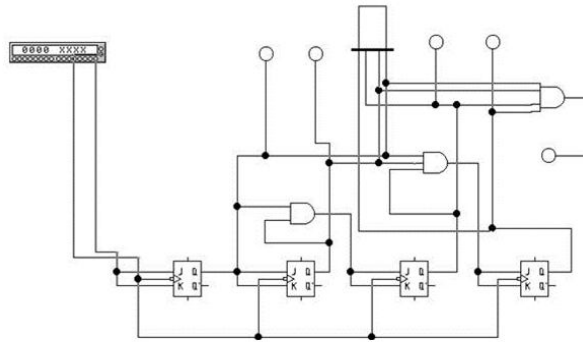

Рис.3. Счетчик с параллельным переносом.
3.1. Собрать в поле окна Workbench схему по рис. 3 для исследования: счетчика с параллельным переносом. При подключении схемы использовать выводы генератора слов, указанные преподавателем.